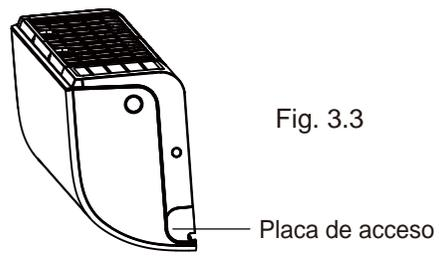

Fig. 3.3
2. Si el agujero de la pared está detrás de la unidad, mantener la placa de acceso en su lugar. Si el agujero en la pared está al lado de la unidad interior, saque la placa de acceso de ese lado de la unidad. (Véase la Fig. 3.3) Esto creará un espacio a través del cual la tubería puede salir de la unidad. Use alicates de punta fina si la placa de acceso es muy difícil de sacar con la mano.